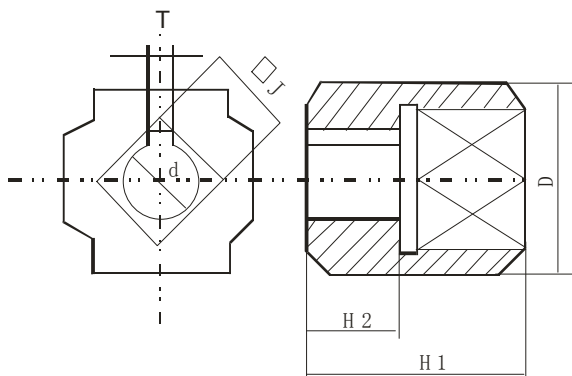
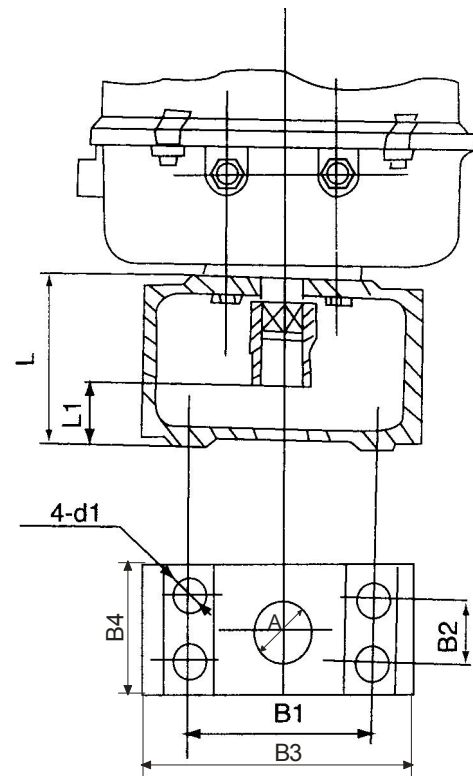

图11 连接接头
图10 配套支架
8.1 配套支架与蝶阀的连接见图10，输出轴与阀杆的连接接头见图11，有关尺寸见表4、表5
推荐采用装拆方便，连接可靠的图11所示连接套方式的连接件。
- 按图10在图形支架外与阀门正面位置时，紧固支架螺栓。
10.1 从阀门上分离执行器（请参照图10、图11）